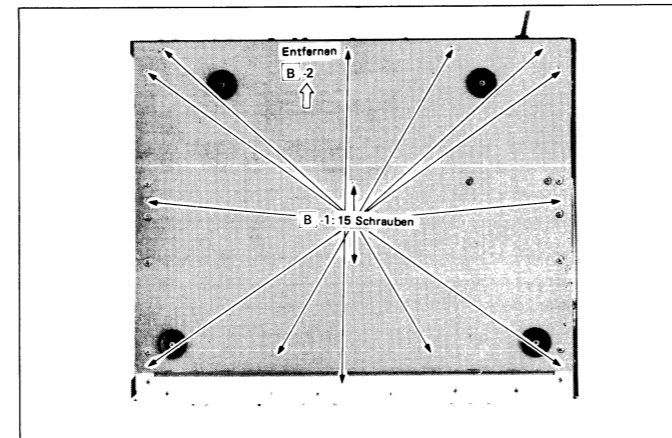

Abbildung 5-2
1. Das Gerät umdrehen, und die 15 Schrauben, die die Bodenabdeckung befestigt halten, entfernen. (Siehe Abb. 5-2)
2. Die Bodenabdeckung nun nach hinten schieben und entfernen. (Siehe Abb. 5-2)